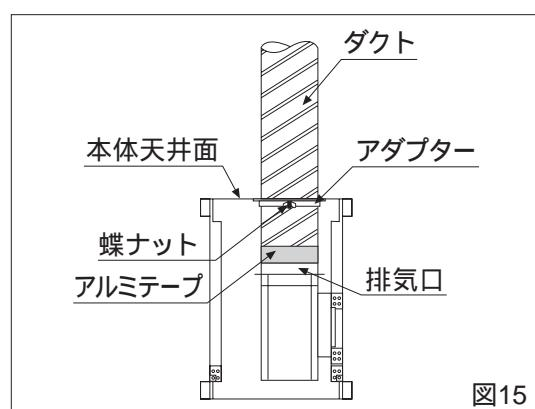

図15
(3) ダクトの接続
- ① 風漏れ防止の為、排気口と排気ダクトをアルミテープにてテーピングしてください。
- ② アダプターの蝶ナットを締め直して、しっかりと固定してください。（図15）